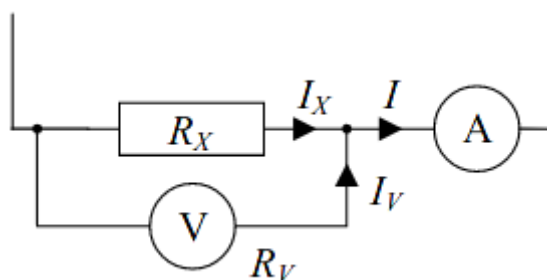

Рисунок 1
2. Собрать цепь в соответствии с рис. 1;
В ходе эксперимента была собрана цепь (рис. 1) и дополнена реостатом и источником питания. После проверки схемы преподавателем были произведены измерения тока и напряжения в цепи, значения были записаны в таблицу 1. Далее по формуле 2 были вычислены значения R_x (сопротивление нагрузки). Для R_x была рассчитана погрешность ΔR_x и ΔR_x среднее.